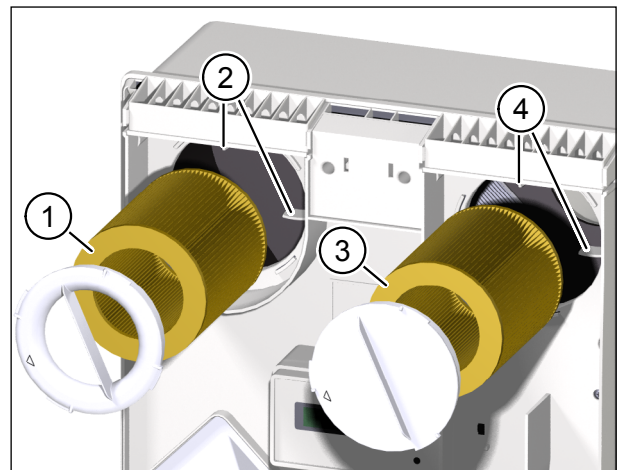

Abb. 12: Neue Filter einsetzen
- ▶ Führen Sie den neuen Abluftfilter (Pos. 1 in Abb. 12) vorsichtig in das Lüftungsgerät ein.
- ▶ Achten Sie darauf, dass der Filter in die vier Haltenasen (Pos. 2 in Abb. 12) an der Rückwand des Lüftungsgeräts gleitet.
- ▶ Setzen Sie den neuen Zuluftfilter (Pos. 3 in Abb. 12) vorsichtig in das Lüftungsgerät ein.
- ▶ Achten Sie darauf, dass der Filter in die vier Haltenasen (Pos. 4 in Abb. 12) an der Rückwand des Lüftungsgeräts gleitet.